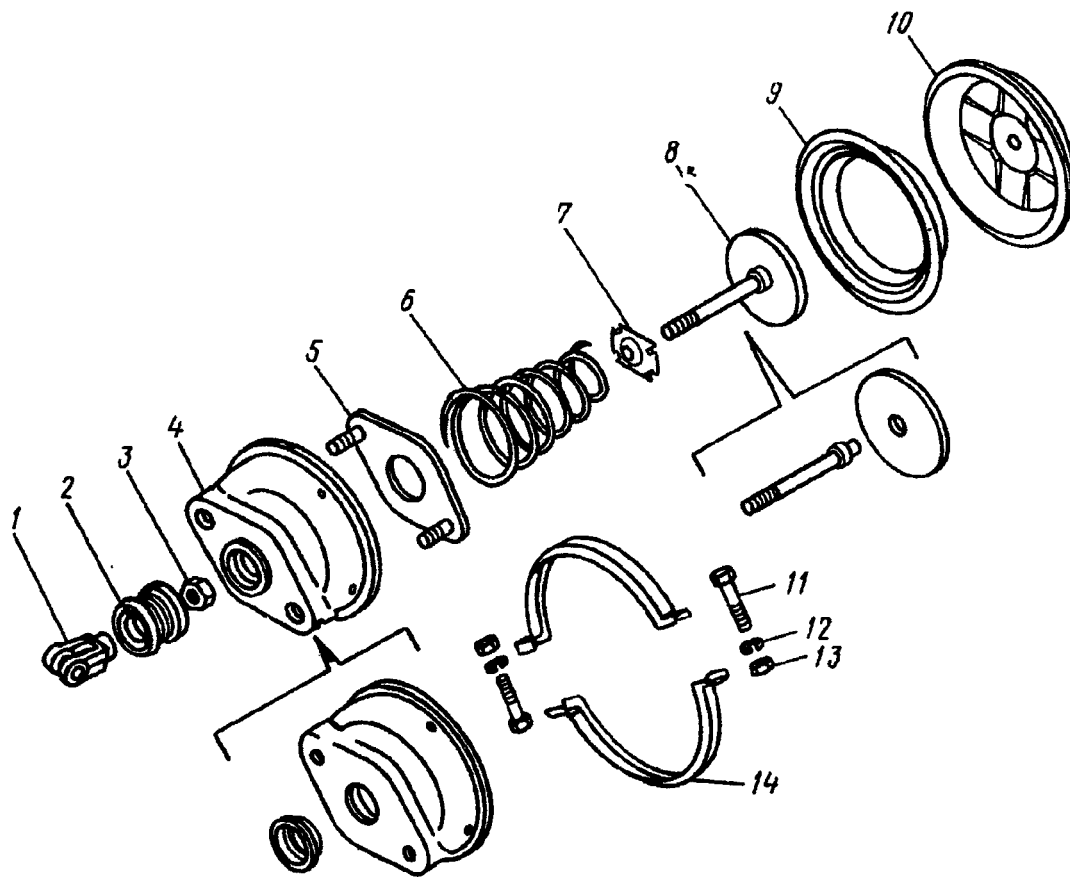

Рис. 333. Камера тормозная типа 24:
2. Снимите защитный чехол 2 (рис. 333)	Отвертка